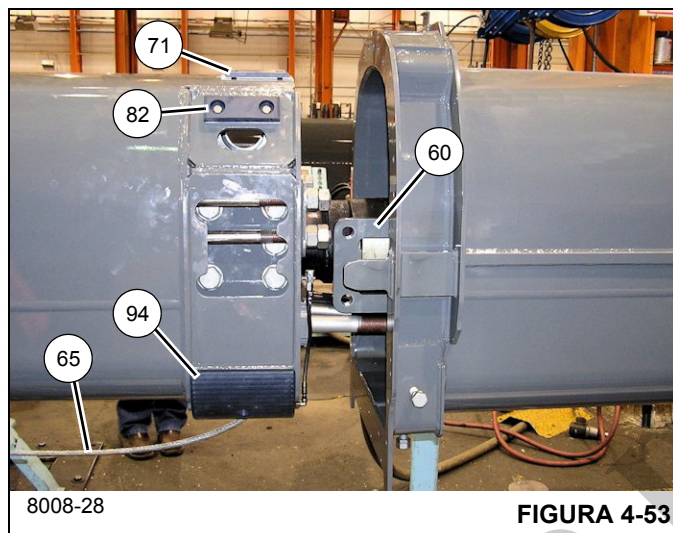

FIGURA 4-53
86. Monte el conjunto de almohadilla de desgaste (82) en cada lado de la parte inferior trasera de la sección telescópica 2 (3) utilizando los dos pernos (83) (vea la Figura 4-53).
87. Monte el conjunto de almohadilla de desgaste (71) en cada lado de la parte inferior trasera de la sección telescópica 2 (3) utilizando los dos pernos (83) y las arandelas planas (72) (vea la Figura 4-53).
88. Tire de los cuatro cables de retracción de la sección telescópica 3 (65) hacia la parte delantera de las secciones de la pluma, en preparación para los pasos posteriores y compruebe que los cables no estén cruzados (vea la Figura 4-53).
89. Instale la placa de muñón (60) en la orejeta cuadrada trasera del cilindro telescópico (6) (lados izquierdo y derecho) (vea la Figura 4-53).
90. Coloque la sección telescópica 1 (2) con el lado superior hacia abajo y detrás de la sección telescópica 2 (3); coloque la sección telescópica 1 (2) en unos soportes adecuados.
91. Utilice una pistola engrasadora o brocha para aplicar grasa en el interior de la sección telescópica 1 (2), en las áreas donde las almohadillas de desgaste traseras de la sección telescópica 2 harán contacto cuando se armen.
92. Fije la manguera de engrase (81) y las piezas relacionadas (79, 80, 77, 78) a cada una de las almohadillas superiores traseras (94), luego instale el conjunto de almohadilla de desgaste/manguera de engrase en la escuadra de fijación en cada lado de la sección telescópica 2 (3) (vea la Figura 4-53).
**NOTA:** No permita que la almohadilla de desgaste (94) cuelgue de la manguera de engrase porque las roscas de la almohadilla de desgaste pueden dañarse. Si las roscas de la almohadilla de desgaste están dañadas, cambie la almohadilla de desgaste; no intente repararlas con cinta para roscas.
93. Alinee la sección telescópica 1 con la sección telescópica 2, luego inserte parcialmente la sección telescópica 2 (3) en la sección telescópica 1 (2).
94. Utilice los suplementos (70) para ajustar los conjuntos de almohadillas de desgaste de la sección telescópica 2 (71, 82) de modo que las almohadillas de desgaste estén a una distancia no mayor que 2 mm (0.08 pulg) de los lados y de la parte inferior de la sección telescópica 1. Se debe usar un número igual de suplementos en cada lado.
95. Inserte la sección telescópica 2 (3) tres cuartos de su largo dentro de la sección telescópica 1 (2).
96. Instale los suplementos (53) y las almohadillas de desgaste inferiores delanteras (54, 55) en la parte inferior de la sección telescópica 1 (2).
97. Instale las placas retenedoras izquierda, derecha e inferior (2x-14, 13) en la parte delantera de la sección telescópica 1 (2) utilizando los pernos (19), las arandelas planas (16), las arandelas de seguridad (17) y las tuercas (18).
98. Instale el bloque de tope (56) y el suplemento (57) en la parte delantera de la sección telescópica 1 (2) utilizando los dos pernos (58), las cuatro arandelas (16), las dos arandelas de seguridad (17) y las dos tuercas (18) (lados izquierdo y derecho).